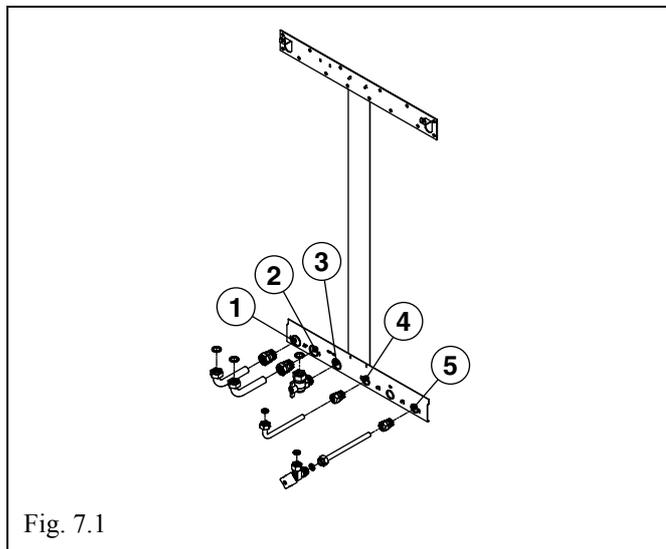

Fig. 7.1
Per l'installazione della dima (FIG. 7.1) procedere come segue:
La posizione degli attacchi idraulici è riportata in FIG. 7.1:
- chiudere il rubinetto di entrata acqua fredda (POS. 5 - FIG. 7.1);